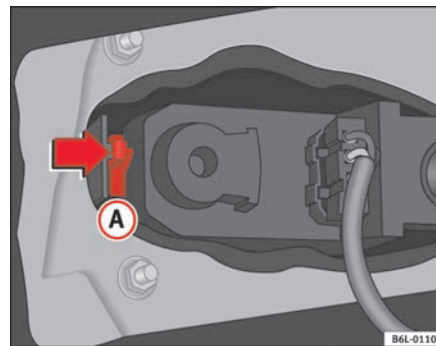

Fig. 155 Luces traseras en la carrocería
- Presione la lengüeta (A) ⇒ fig. 155 para liberar el portalámparas y retire este último.